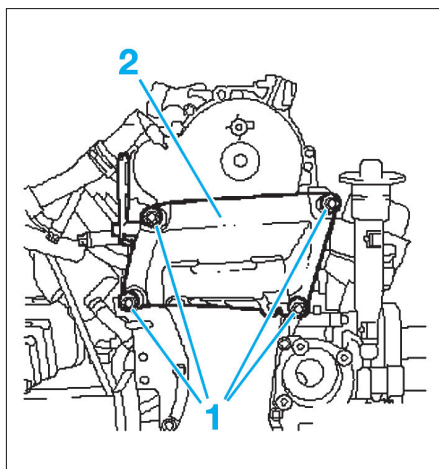

FIG. 64
- les 4 vis (1) (Fig.64),
- le support cale élastique de support moteur (2),